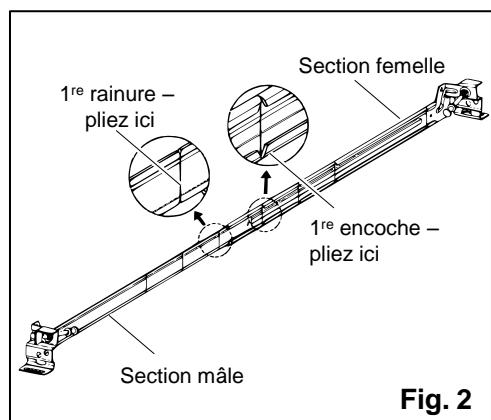

Fig. 2
- Allongez les barres au maximum. (FIG. 2)
- Pliez la section mâle de chacune des barres de suspension d'avant en arrière au niveau de la première rainure à partir du centre, jusqu'à ce que la barre se sectionne en deux. Pliez la section femelle d'avant en arrière au niveau de la première encoche à partir du centre jusqu'à ce que la barre se sectionne en deux. (FIG. 2)